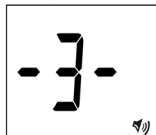

Figura 7
- Los números 1 al 3 indican el volumen de la voz de bajo a alto y, durante la medición, aparece "🔊" en la pantalla LCD. Consulte la figura 7.